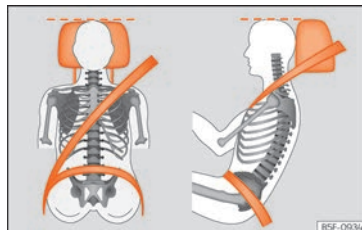

Fig.74 Apoyacabezas ajustado correctamente visto de frente y lateralmente.
- Ajuste el apoyacabezas de modo que el borde superior quede, en la medida de lo posible, a la altura de la parte superior de la cabeza, como mínimo a la altura de los ojos » **fig. 74.**